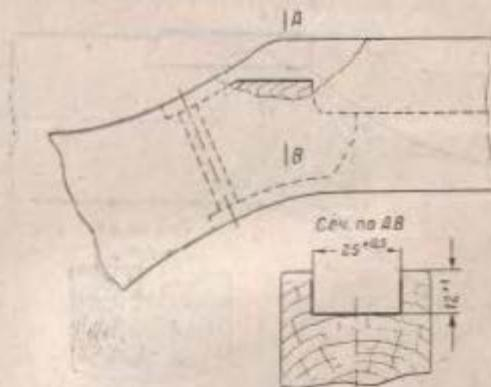
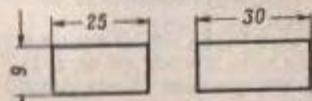
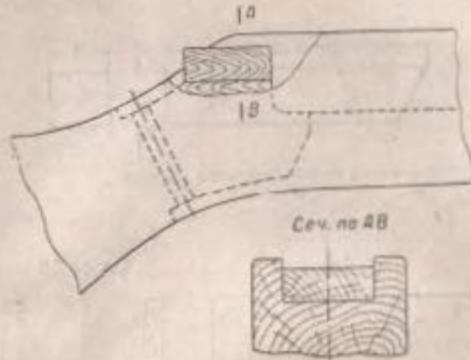
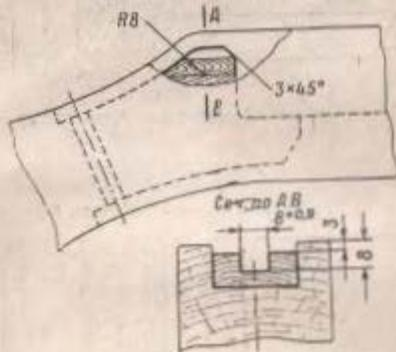

Рис. 61. Разделка паза для вклейки
Рис. 62. Заготовка вклейки
Рис. 63. Постановка вклейки
Рис. 64. Обработка вклейки
(I) При наличии трещины или откола задней части ложи разделять паз для вклейки (рис. 61), изготовить вклейку (рис. 62), поставить ее на клею в паз (рис. 63) и обработать (рис. 64).